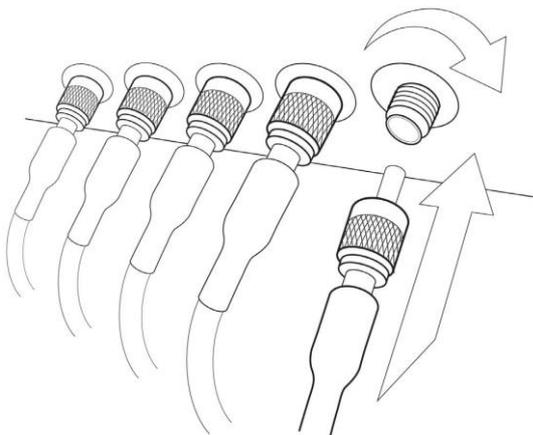

Abbildung 11: Anschluss des Lichtwellenleiters an dem Laserausgang des LASERNEEDLE Touch
- iii. Ziehen Sie die Schutzkappe vom SMA Stecker ab. Führen Sie den SMA Stecker (proximales Ende des Lichtwellenleiters) in die entsprechende Buchse (Laserausgang) an der Gerätrückseite ein. Sichern Sie den SMA Stecker durch Festziehen der Überwurfmutter am Gewinde (Abb. 11).